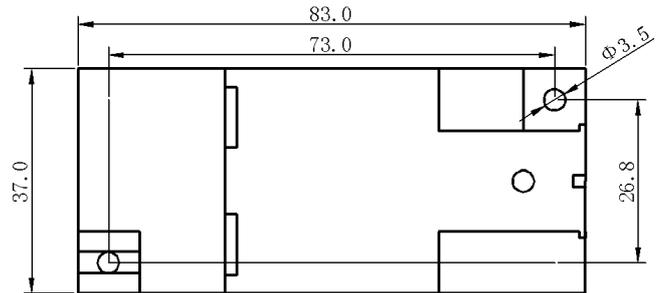

图 3 S3 外形安装尺寸图
产品采用 DIN35 导轨式安装或螺钉固定安装，其安装尺寸如图 3 所示(单位 mm)。
- ① 把变送器固定卡槽一侧勾在安装导轨上；
- ② 向下牵动弹簧销；
- ③ 使变送器卡口套在安装导轨上；
- ④ 松开弹簧销，变送器卡在安装导轨上。
- ① 按图 3 所示的螺孔位置在固定板上打直径为 4mm 孔；
- ② 使用小于 φ3.5 的螺钉插入孔中固定；